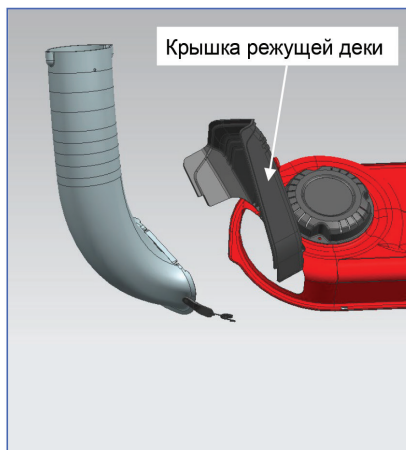

Рис. 16
- Поднимите крышку режущей деки (рис. 16).